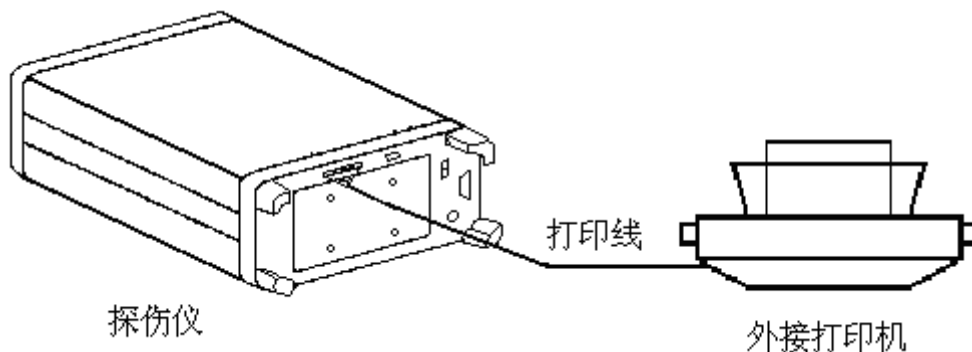

图 30-1
- 1、将随机选配的打印线一头接在探伤仪的打印接口上，另一头接在打印机上的并行打印口，如图 30-1 所示。